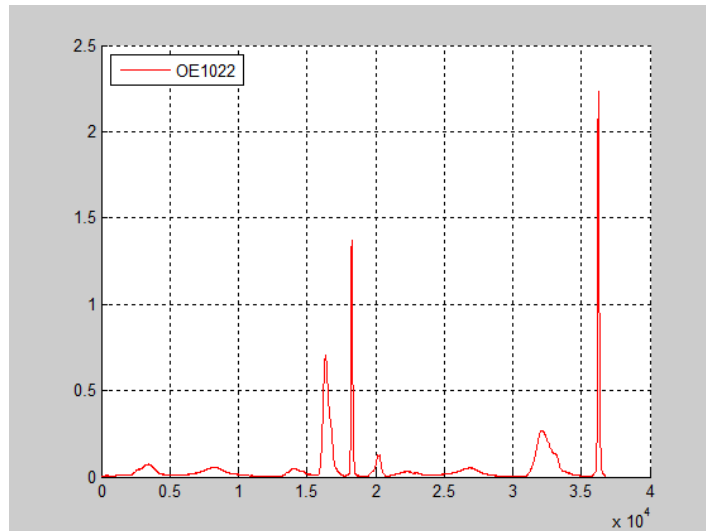

图101. OE2041 测得的光谱曲线图
4. 开始光谱测量实验，同时利用数据采集平台采集光谱数据，可以得到如下光谱曲线图 101（未定标）：